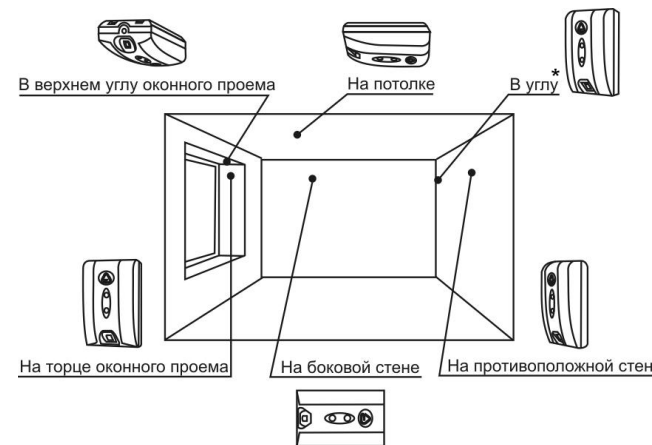

Рис.2 Возможные варианты установки извещателя
- Извещатель может быть установлен на стенах, потолке или на торцах оконного проема (рис.2).